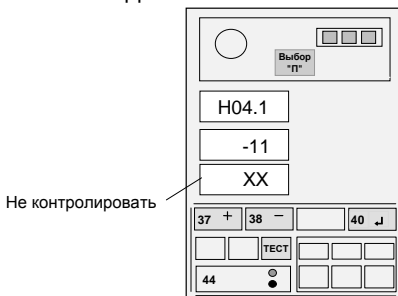

Рисунок 16 - Ввод температурного коэффициента
Если значение коэффициента, указанное на жгуте ПрД, отличается от значения, выдаваемого на средний ИЖЦ, нажатием кнопки 44 установить на верхнем ИЖЦ код "Н04.1", а затем, нажимая кнопки "+" (37) и "-" (38), установить на среднем ИЖЦ значение коэффициента для штокового ПрД (см. рисунок 16 для коэффициента М11), причем знак плюс на индикаторе не отображается, а знак минус отображается символом " - ".
установить на среднем ИЖЦ значение коэффициента для поршневого ПрД по методике, изложенной в п. 4.6.2 (см. рисунок 16).